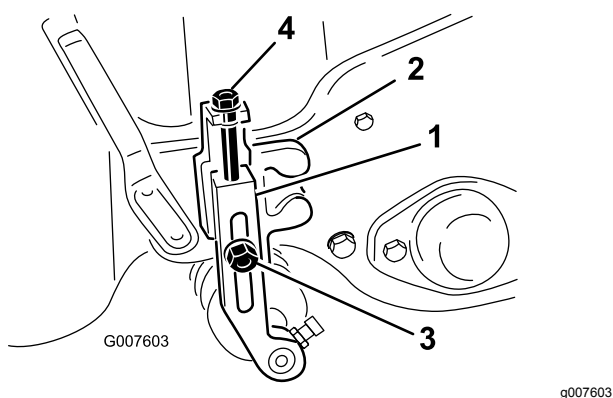

Figura 54
2. Desaperte as porcas de bloqueio que prendem os braços da altura de corte aos suportes da altura de corte (Figura 54).